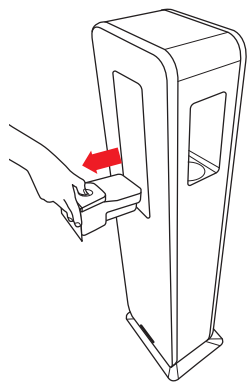

Fig. 1-10
18.2 – Estrarre la vaschetta raccogliocce dalla propria sede afferrandola per il foro centrale e tirandola verso l'esterno, vedi Fig. 1-10.